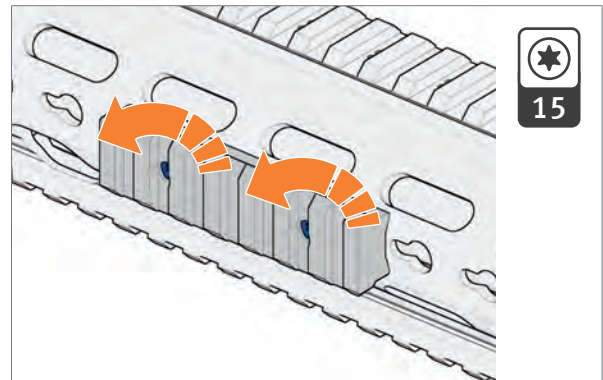

Abb. 46: Schrauben für Picatinny-Schiene lösen
3. Schrauben für Picatinny-Schiene mit Drehmomentschlüssel gegen den Uhrzeigersinn lösen (Abb. 46).